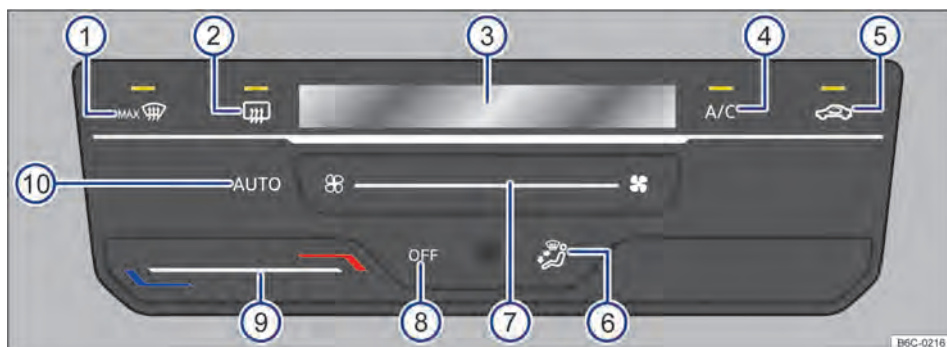

Fig. 85 Comandos do Climatronic.
- *Climatronic*: tocar na superfície de função OFF → Fig. 85 (7).
Ao tocar na superfície de função AUTO → Fig. 85 (6) é possível ligar o modo automático do Climatronic.
O modo automático garante temperaturas constantes no interior do veículo. A temperatura do ar, o volume de ar e a distribuição de ar são regulados automaticamente. O funcionamento automático se desliga quando a ventilação é alterada manualmente → Fig. 85 (7) ou com a alteração da distribuição de ar através da superfície de função → Fig. 85 (6).
- *Climatronic*: tocar na superfície de função A/C → Fig. 85 (4) para ligar e desligar o funcionamento da refrigeração.
- *Climatronic*: deslizar o dedo sob a superfície de função → Fig. 85 (9).
No display do Climatronic → Fig. 85 (8) é indicada a temperatura ajustada.
- *Climatronic*: deslizar o dedo sob a superfície de função → Fig. 85 (7).
- *Climatronic*: tocar na superfície de função ☞ → Fig. 85 (5).
- *Climatronic*: tocar na superfície de função → Fig. 85 (4) para posição desejada, a distribuição selecionada será indicada no display (8).
- **Climatronic:** tocar na superfície de função  → Fig. 85 ①.
- **Climatronic:** tocar na superfície de função  → Fig. 85 ②.